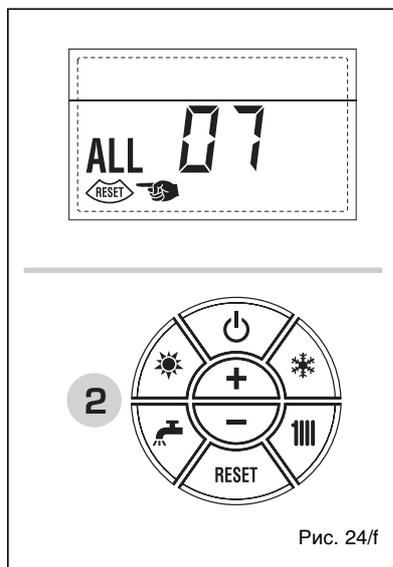

Рис. 24/f
**– НЕПОЛАДКА - ПАЗАРИТНОЕ ПЛАМЯ, «ТРЕВ 08» (рис. 24/g)**